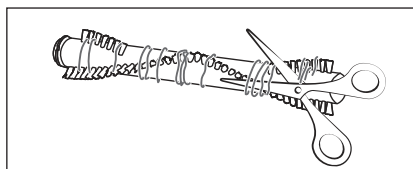

Fig. 31
- 4) Corte los hilos y pelos enganchados a lo largo de las cerdas del rodillo de cepillos **21** con unas tijeras (consulte la fig. 31). Retire los hilos y pelos del rodillo de cepillos **21**.